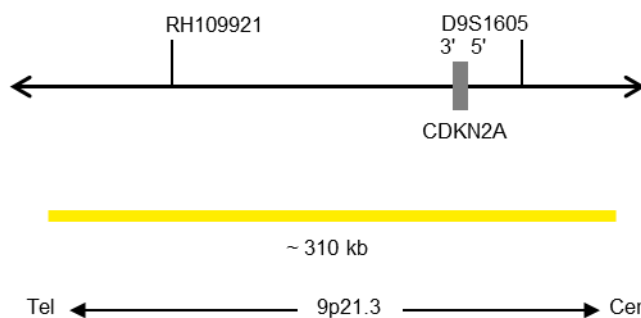

Fig. 1 : Carte de la sonde SPEC CDKN2A (pas à l'échelle)
- Polynucléotides marqués au ZyGold (excitation 532 nm/émission 553 nm) (~5,5 ng/ μ l), qui ciblent une séquence de 9p21.3* (chr9:21,742,619-22,056,863) hébergeant la région du gène CDKN2A (voir figure 1).